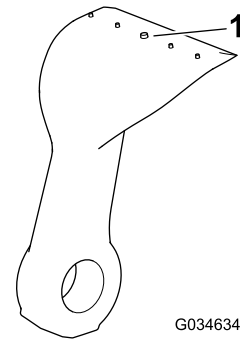

Bild 81
4. Prüfen Sie jedes Messer mit der Verschleißlinie auf zu starke Abnutzung (Bild 81). Wenn ein Messer bis auf die Verschleißlinie abgenutzt ist, tauschen Sie das Messer aus.